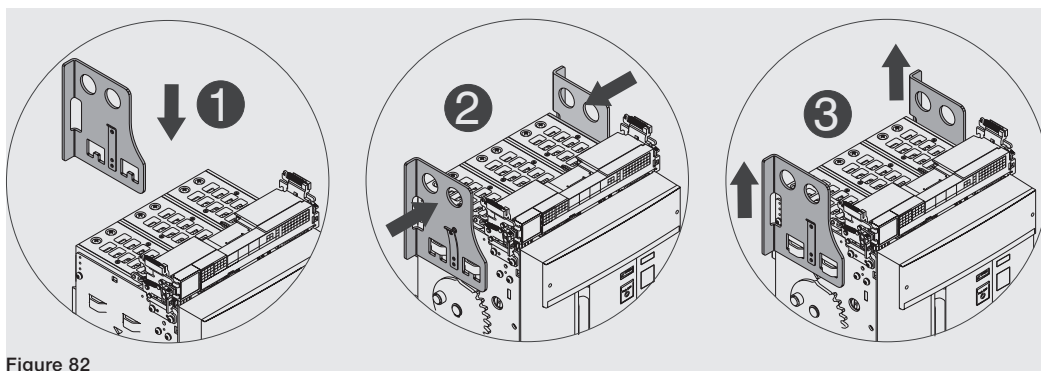

Figure 82
2. Placer les plaques de levage sur la partie mobile en vérifiant que la languette des plaques soit accrochée. Voir Figure 82.